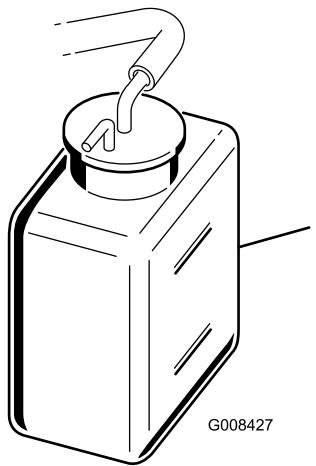

図 32
2. 冷却液の量を点検する(図32)。エンジンが冷えている状態で、補助タンク側面についている2本のマークの間にあれば適正である。